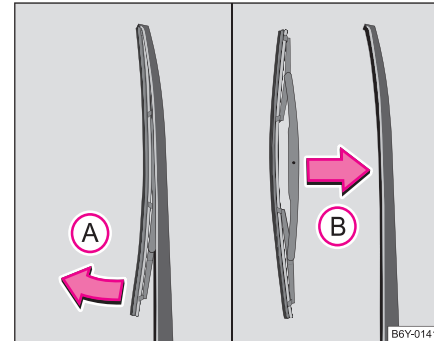

Abb. 44 Scheibenwischerblatt für Heckscheibe
- Klappen Sie den Scheibenwischerarm weg ⇒ Abb. 44.